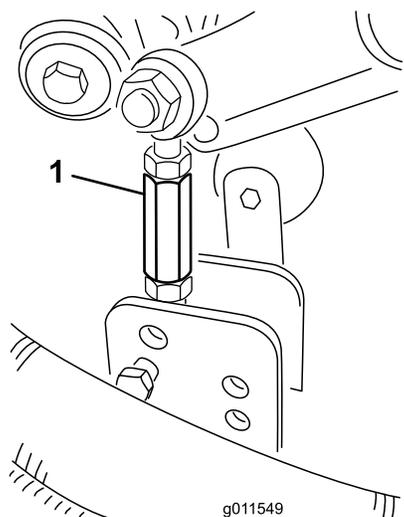
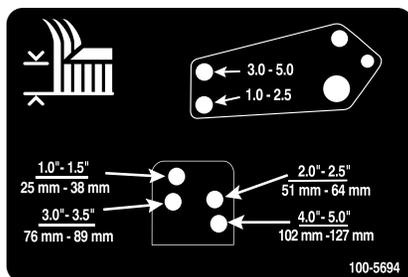

Рисунок 25
Рисунок 26
- Расшплинтуйте и снимите шплинтуемые штифты, которые крепят тяги демпферов к кронштейнам режущих блоков (Рисунок 25). Совместите отверстия тяг демпферов с выбранными отверстиями кронштейнов высоты скашивания в раме режущего блока (Рисунок 26), вставьте шплинтуемые штифты и игольчатые шплинты.